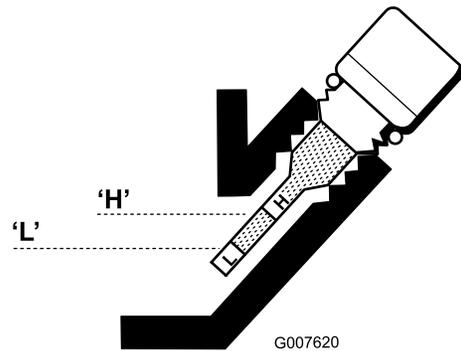

図 20
5. 量が不足している場合には、ゲージの読みが H と L の間になるまで、必要量だけオイルを補給する (図 20)。入れすぎないこと。